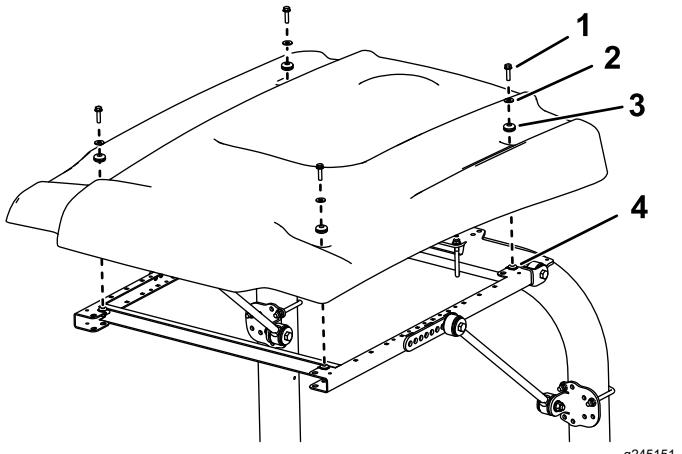

Bild 6
10. Positionieren Sie das Sonnendach beim Ausfluchten der Befestigungslöcher am Rahmen wie in **Bild 6** abgebildet.
11. Befestigen Sie jede Ecke des Sonnendachs mit einer Bundkopfschraube (5/16" x $1\frac{1}{4}$ "), einer kleinen Scheiben und einer Scheibe lose am Rahmen (**Bild 6**).